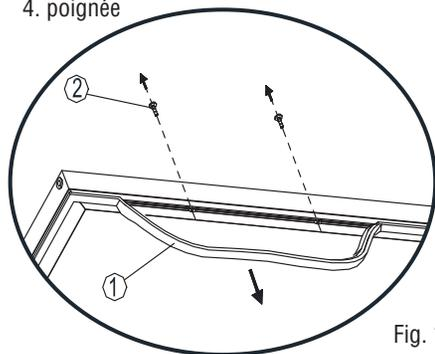

Fig. 1
- 1) Détachez le joint de porte à l'endroit où la poignée va être installée du côté gauche selon la Fig. 1 ci-dessous. Le joint se déplace facilement manuellement sans l'aide d'aucun outil.